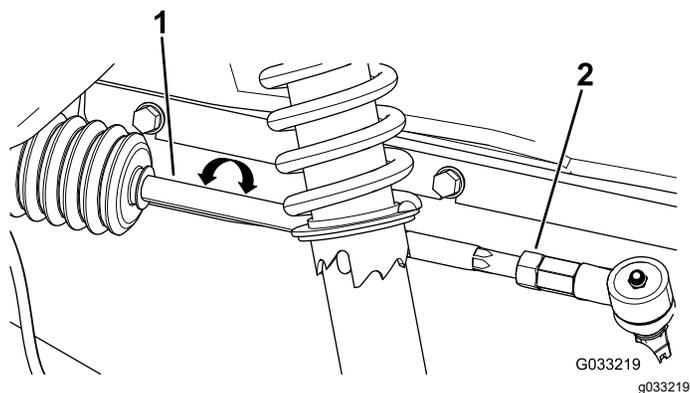

図 46
2. 前後の測定値の差が所定範囲0-6 mmにならない場合は、タイロッドの外側端部にあるジャムナットをゆるめて調整を行う 図 46。